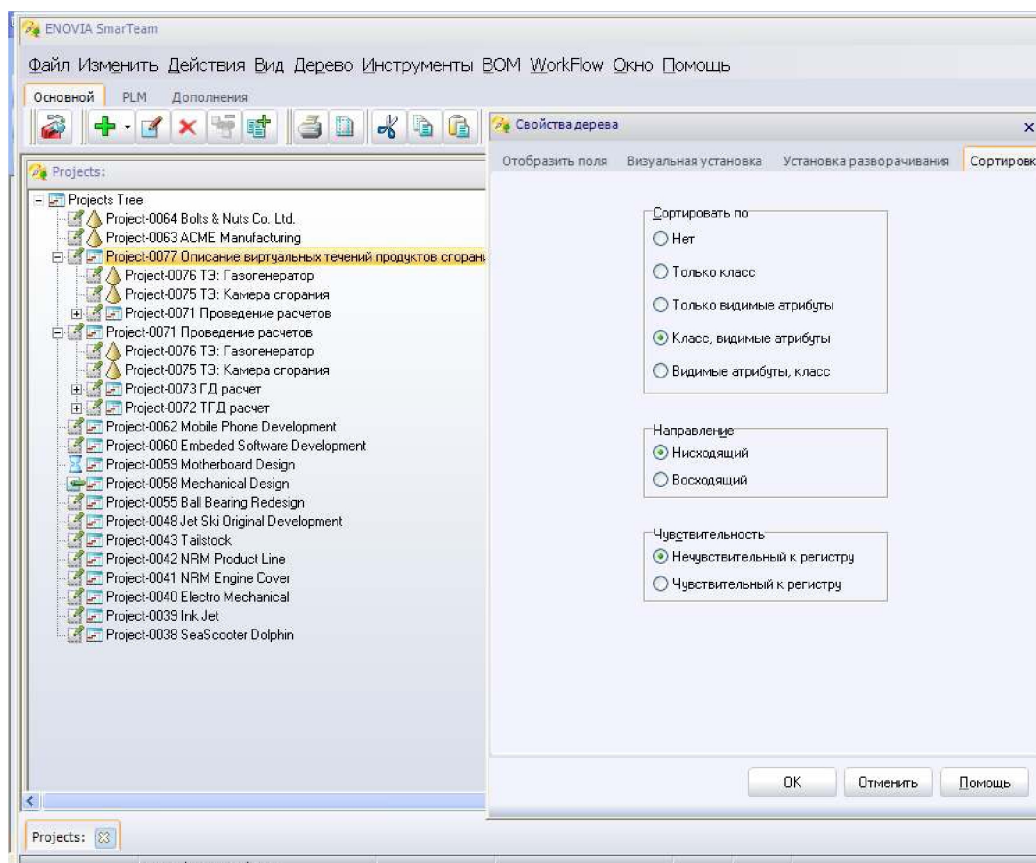

Рисунок 6 – Исправление вида дерева
2. В закладке «Сортировка» поле «Сортировать по» установите «Класс, видимые атрибуты», а поле «Направление» поставьте «Нисходящий» (рисунок 6).